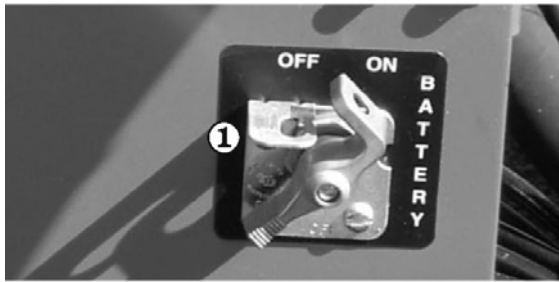

Fig. 8.6
Sätt batterifrånskiljaren ① i läge TILL (se Fig. 8.6).